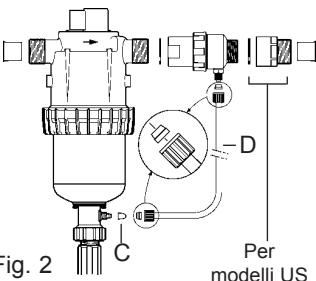

Fig. 2
Per i modelli Iniezione Esterna (IE) che permettono di lavorare con certi concentrati corrosivi, il Dosatron è anche consegnato con un sottoinsieme iniezione esterna (**Fig. 2-D**).